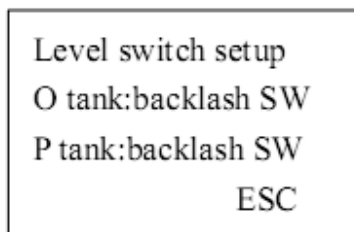
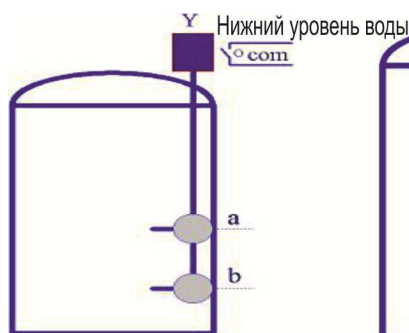
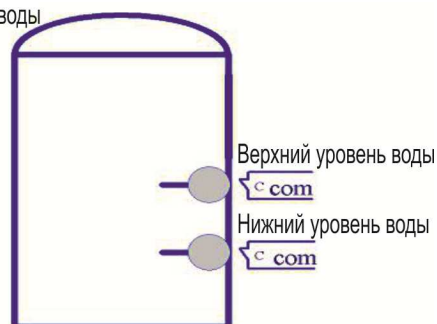

рис. 10
рис. 11 (исходный резервуар)
рис. 12 (исходный резервуар)
(5) **Level** – установка режимов обработки сигналов датчиков уровня воды в резервуаре исходной воды (O tank) и сбора пермеата (P tank). Выберите 'mode' в главном меню и нажмите для настройки (см. рис. 10). Режим 'backlash on-off' (SW=Switch=переключатель) используется, если уровень воды в резервуаре измеряется одним датчиком уровня (см. рис. 11,13), режим 'single point on-off' -- двумя независимыми датчиками (см. рис. 12, 14). При снижении уровня воды в резервуаре исходной воды ниже допустимого будет подан сигнал «no-water», при превышении уровня в резервуаре сбора пермеата подается сигнал 'high liquid level'. При наличии любого из данных сигналов обратноосмотическая установка останавливается и не может быть запущена до устранения сигнала. При остановке по сигналу верхнего уровня установка предварительно осуществляет пролив концентратного тракта (см. далее).
| 1 | In HI. Level | присоединение датчика верхнего уровня в резервуаре исходной воды (нормально открытый, предполагает замыкание при превышении уровня). Используется в режиме контроля 'single point on-off' (см. рис. 12). |
| 2 | In Lo. Level | присоединение датчика нижнего уровня в резервуаре исходной воды (нормально открытый, предполагает замыкание при превышении уровня, см. рис. 11, 12). |